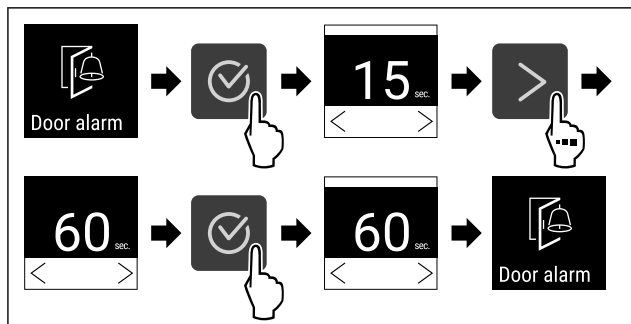

Fig. 140
- ▶ Eseguire i passi (vedere Fig. 140) .